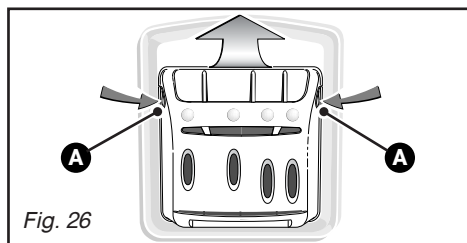

Fig. 26
- appuyez simultanément sur les bossages **A** se trouvant de part et d'autre de la boîte, celle-ci s'extraît de son logement (Fig. 26).